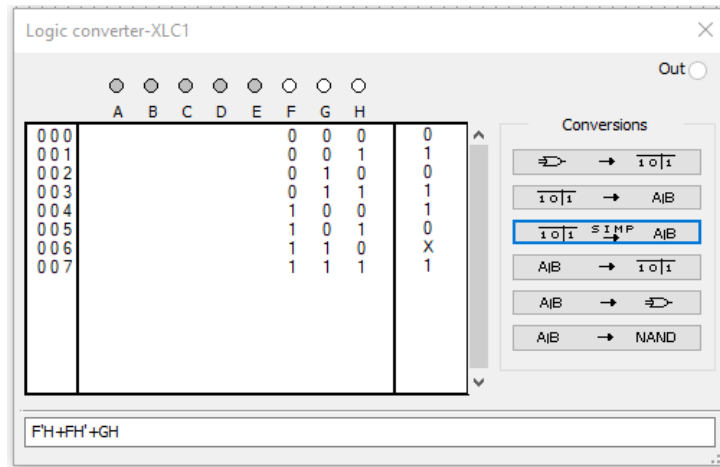

Рисунок 2.4. Логічний перетворювач (мінімізація логічного виразу)
5. Виконайте мінімізацію логічного виразу натисненням 3-ї згори кнопки на передній панелі логічного перетворювача (рис. 2.4).